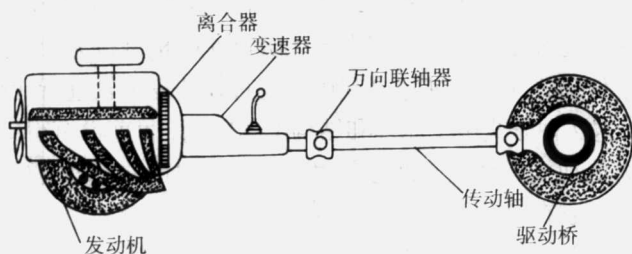

图 1-4 汽车后驱动示意图
(1) 后驱动变速器:后轮驱动的汽车,其发动机一般布置在车身的前半部,纵向放置,它的变速器安装在发动机后方。因为后轮是驱动轮,所以它的驱动桥与变速器是分开的,它们之间必须依靠一根很长的纵向传动轴和万向联轴器连接,如图1-4所示。